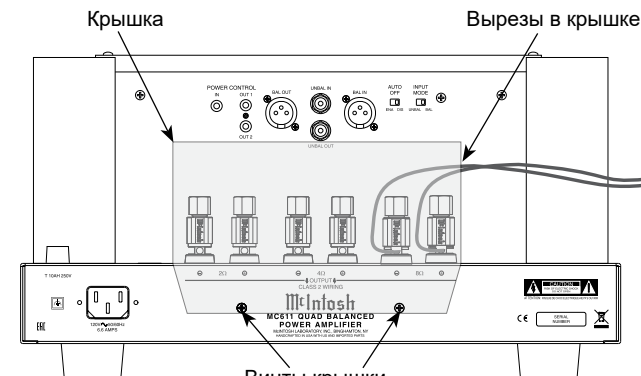

Рисунок 6 (За пределами США и Канады)
11. Найдите внутри коробки защитную крышку для клеммных разъемов. Вставьте подготовленные соединительные кабели в подготовленные прорези с правой стороны крышки. Смотрите рисунок 6.